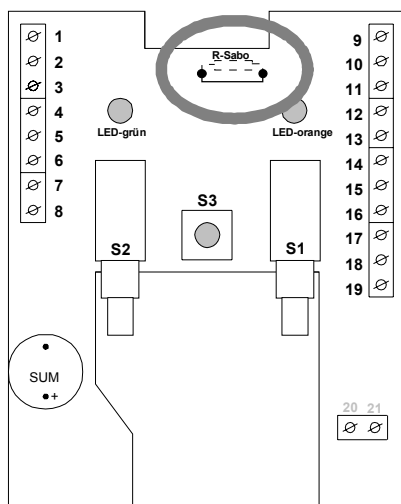

Abb. 3: Bauteile-Anordnung
2. Ziehen Sie den 3-poligen Stecker des Bohrschutzes ab (Abb.3: Klemme 17, 18, 19).
Der Schlüsselschalter ist als Standard mit einem Abschlusswiderstand **R-Sabo** von 0Ω (Drahtbrücke, Abb. 3) bestückt. Durch Trennen der Drahtbrücke wird ein Widerstand von 12 K Ω (Rückseite der Platine) eingestellt.